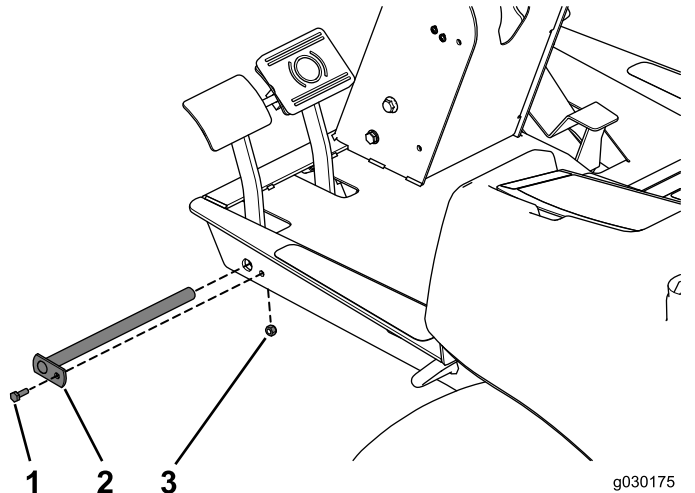

Figura 25
2. Fixe o pino utilizando o parafuso (1/4 x 3/4 pol.) e a porca de bloqueio (Figura 25).